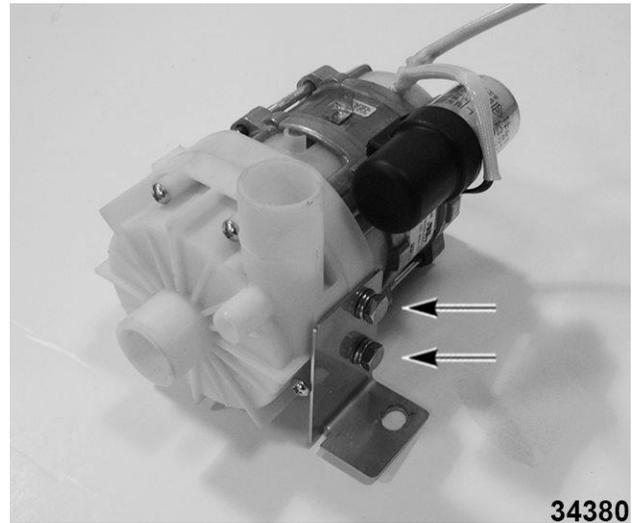

Fig. 129
- C. Si es necesario, mueva el soporte de montaje al nuevo motor de la bomba. Fig. 129